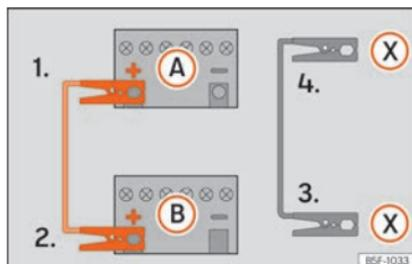

Fig. 78 Schéma de branchement pour les véhicules équipés du système Start-Stop.
- 4b. *Sur les véhicules avec système Start-Stop* : raccordez une extrémité du câble d'urgence noir  à une borne de mise à la terre appropriée, à une pièce métallique massive vissée au bloc-moteur, ou au bloc-moteur lui-même » **fig. 78**.